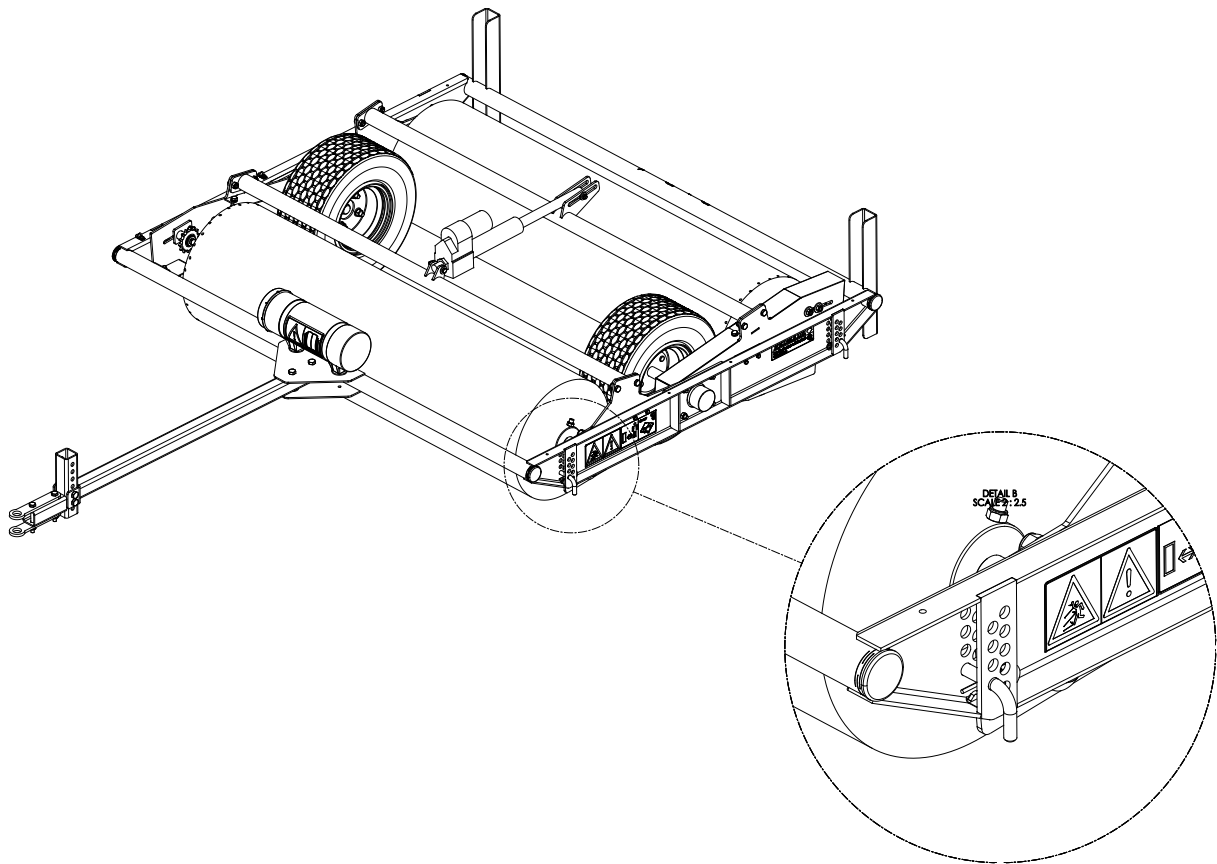

Fig. 10
2. Retirez le clip R de la goupille (1) (fig. 10).